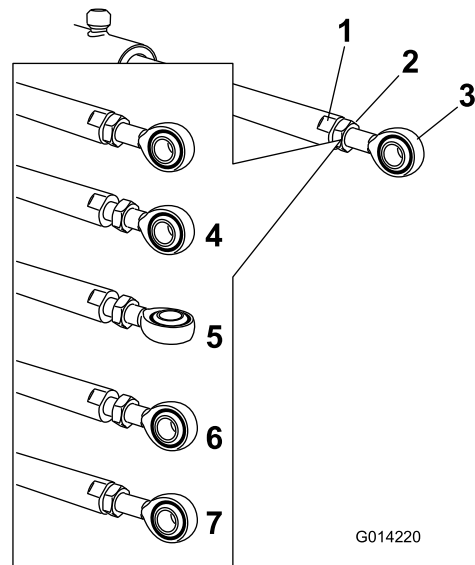

Figura 64
- Coloque una llave plana sobre las zonas planas del émbolo del actuador para inmovilizarlo, luego afloje la contratuerca para poder manipular la varilla de ojal (Figura 64).
- Gire la varilla de ojal en el émbolo del actuador para acortar o alargar el actuador extendido a la posición deseada (Figura 64).